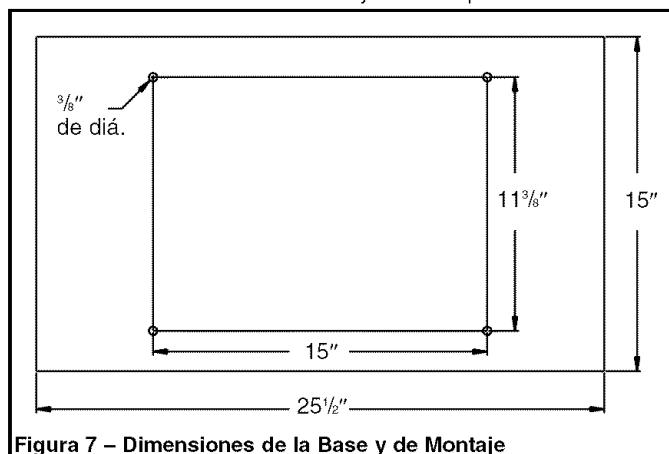

Figura 7 – Dimensiones de la Base y de Montaje
- La Figura 7 muestra las dimensiones de la base y las dimensiones de los orificios de montaje de la cepilladora.